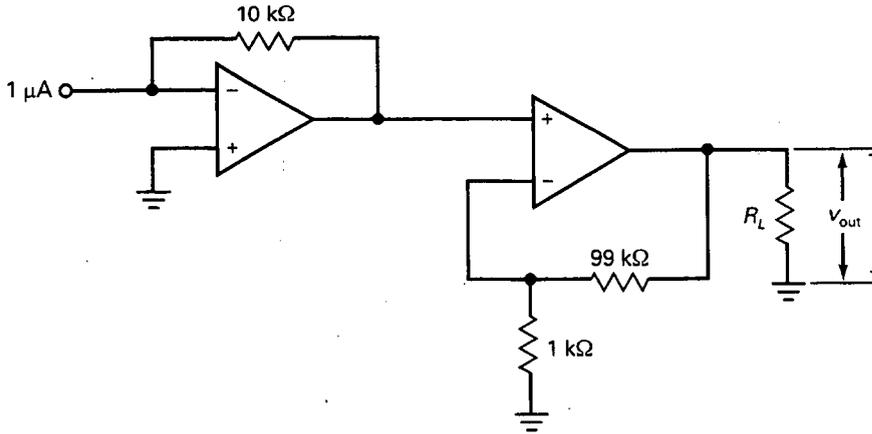

Figura 19-21
- 19-23. ¿Cuál es la tensión de salida en la Figura 19-21?